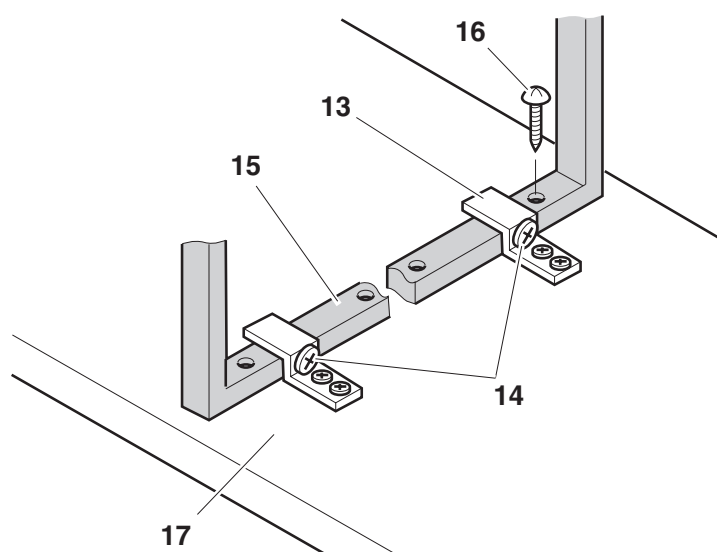

Abb. 10
- Mit den beiden Linsenschrauben **14** am mittleren Querrohr **11** die Frontplatte **17** justieren, mit einer Schraube **16** fixieren, ggfs. Bettgestell und Frontplatte durch eine Schraubzwinde oben verspannen und das Fugenbild der Frontplatte überprüfen, siehe **Abb. 10**.